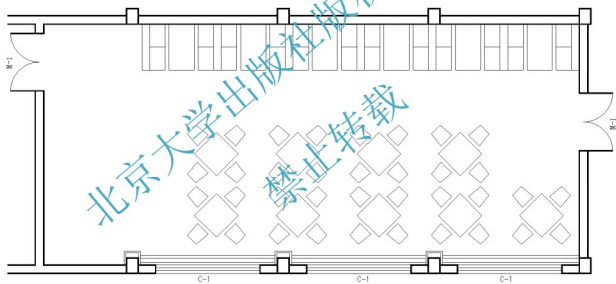

图 4.51 用【阵列】命令复制火车座
(7) 用【阵列】命令复制出其余的火车座, 参数为: 1 行、6 列、列偏移-1850, 结果如图 4.51 所示。